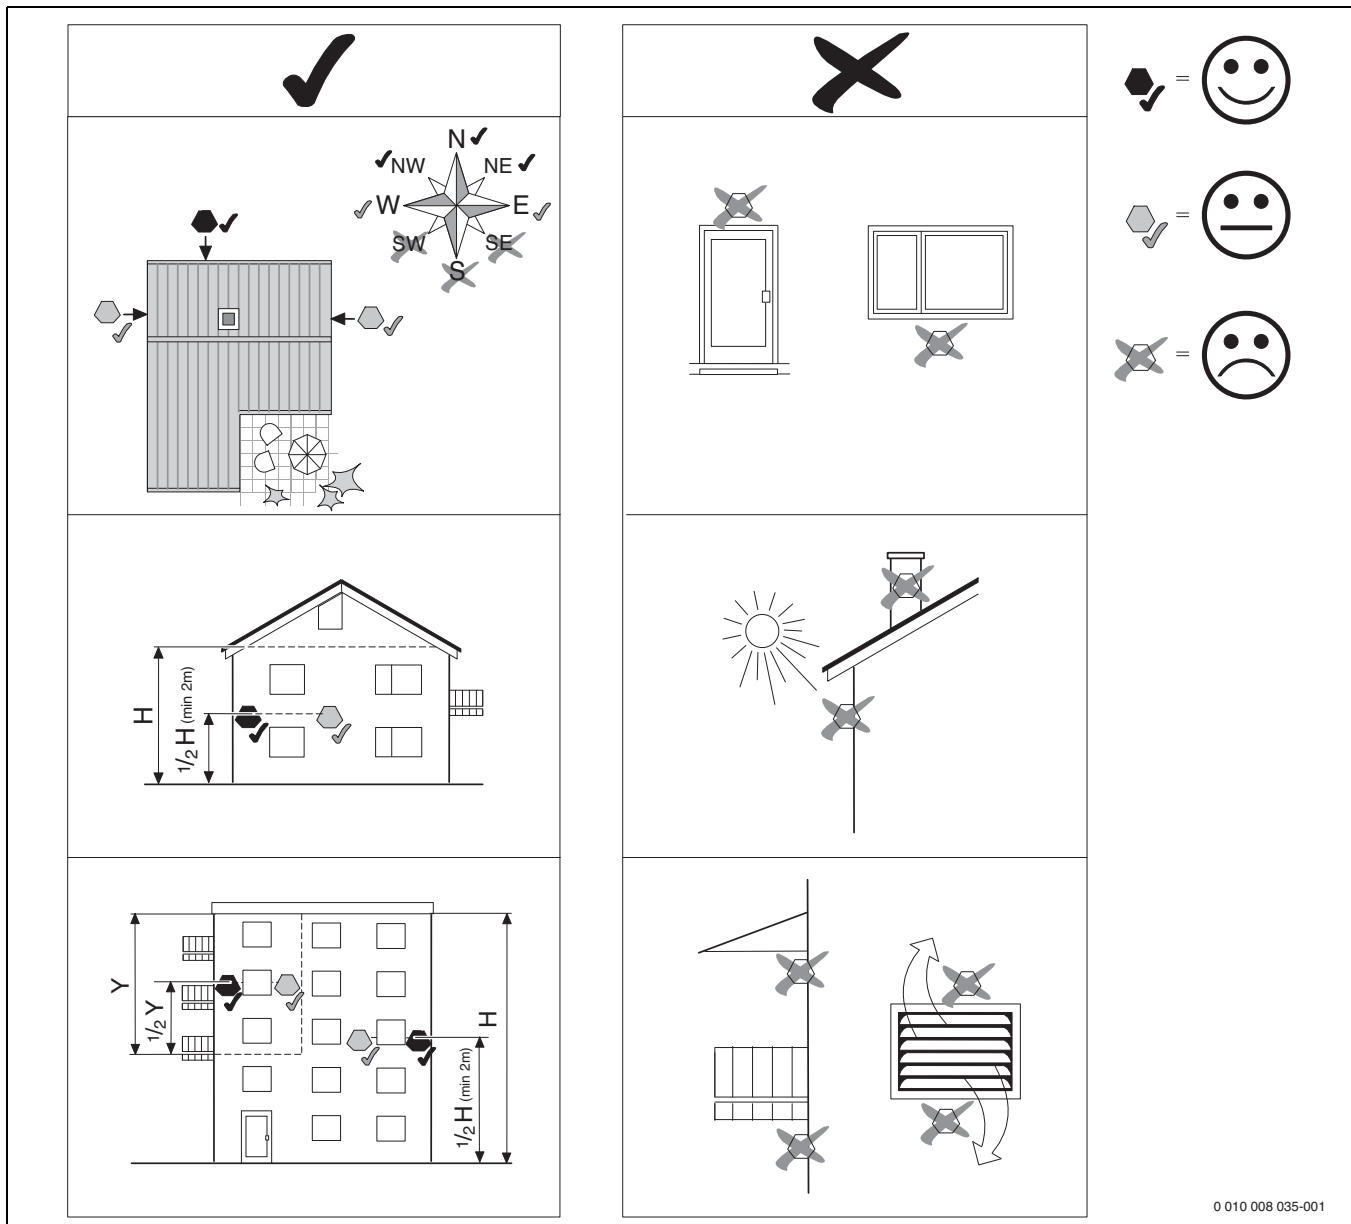

Рис. 7 Установка датчика наружной температуры
- ▶ Установите датчик наружной температуры как показано на рис. 7.